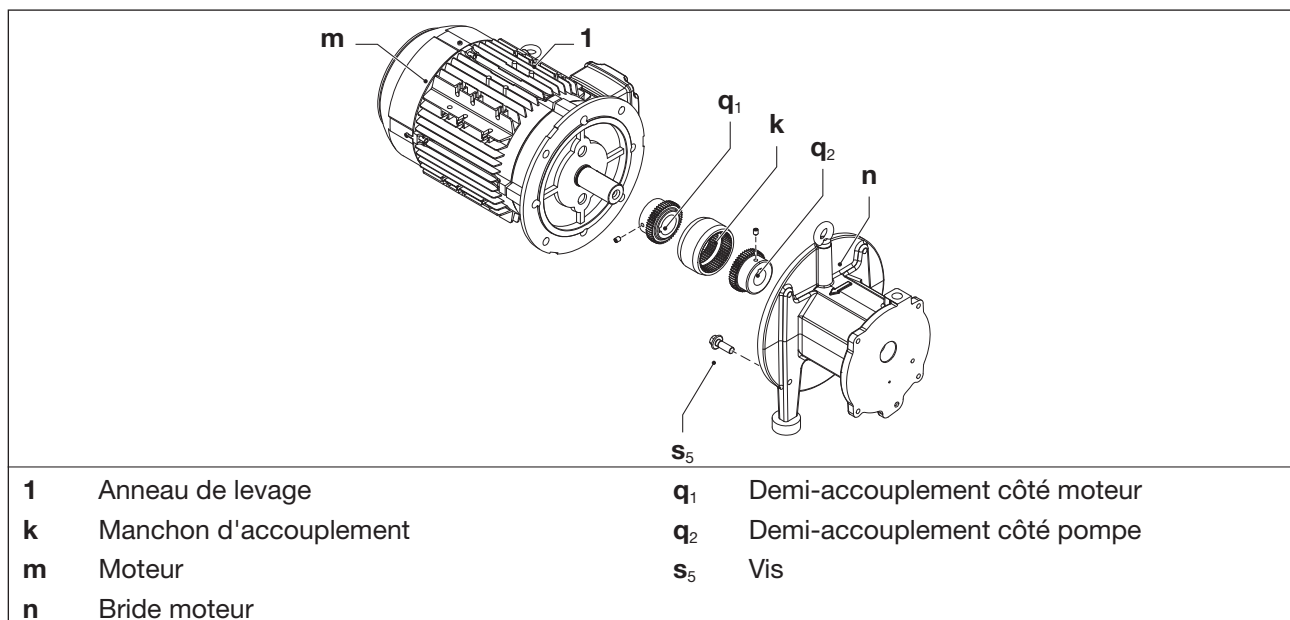

Fig. 10 Accouplement
Le manchon d'accouplement (Fig. 10/k) est sujet à l'usure et doit être contrôlé régulièrement (au moins 1 fois par an).
- a) Pour contrôler l'accouplement, mettez le moteur hors tension (Fig. 10/m) et sécurisez-le contre toute remise sous tension.
- b) Serrez à fond l'anneau de levage sur le moteur (Fig. 10/1).
- d) Desserrer les vis (Fig. 10/s₅) de la bride moteur (Fig. 10/n).
- e) Extrayez dans le sens axial le moteur avec le demi-accouplement côté moteur (Fig. 10/q₁) de la bride moteur (Fig. 10/n) et suspendez à l'aide d'un outil de levage.
- f) Contrôlez si le manchon (Fig. 10/k) présente des dommages et des traces d'usure et remplacez-le si nécessaire.
- g) Réinsérez le manchon et le moteur avec le demi-accouplement côté moteur dans le sens longitudinal et fixez à l'aide des vis (Fig. 10/s₅) sur la bride moteur (Fig. 10/n). Couple de serrage : 90 Nm